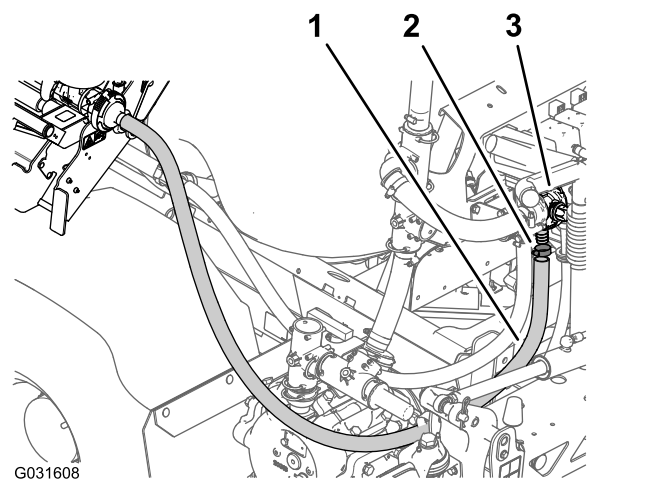

Figura 36
7. Retire a braçadeira do tubo que prende a tubagem de fornecimento do misturador à união estriada da válvula de controlo do misturador (Figura 36).
8. Retire o tubo da válvula de controlo do misturador (Figura 36).